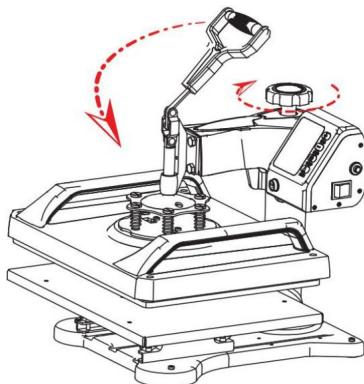

Fig 8
8. Tournez le volant et essayez d'appuyer plusieurs fois sur la poignée jusqu'à ce qu'elle soit réglée à la pression appropriée (comme indiqué sur la figure 8).